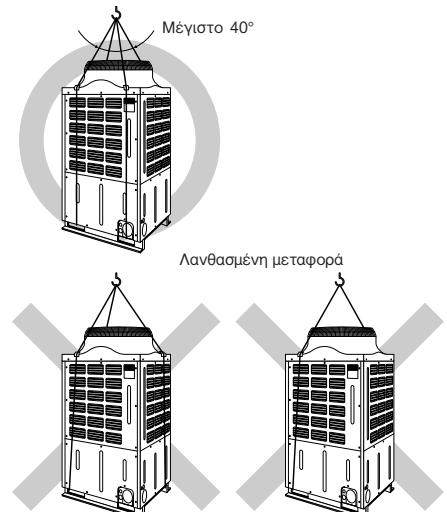

Fig. 3-3
3.3. Προφυλάξεις κατά την ανύψωση της μονάδας (Fig. 3-3)